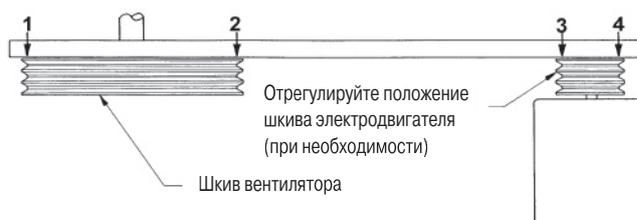

Рис. 25. Выравнивание положения шкивов
9. В качестве заключительной проверки положите на шкивы проверочную линейку. Линейка и шкивы должны соприкасаться в 4 точках (см. рис. 25). При необходимости отрегулируйте положение шкива электродвигателя.